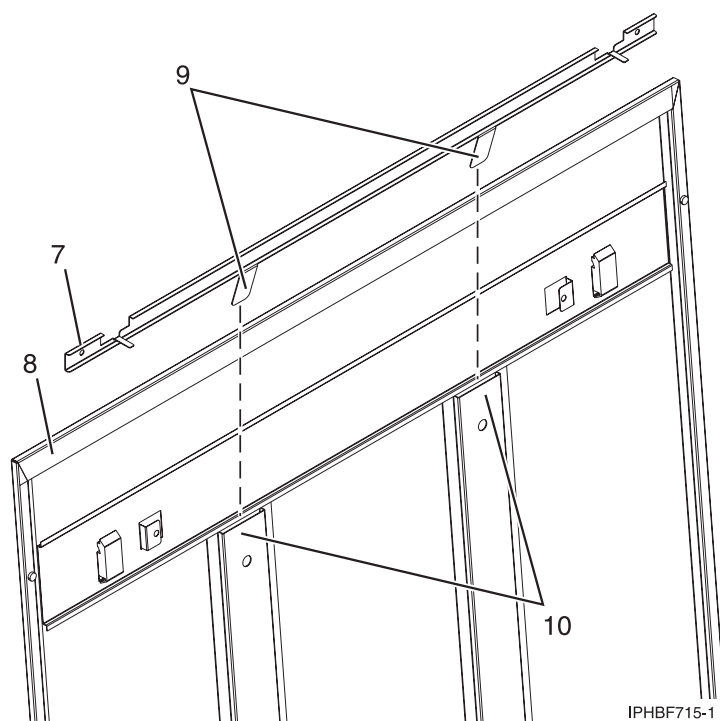

Figure 55. Installation d'une glissière de sécurité
- b. Veillez à ce que la partie plate de la glissière (7) soit face à la partie intérieure du panneau (8) (voir la figure 55). Insérez les deux pattes (9) de la glissière dans les deux supports verticaux (10) du panneau latéral.